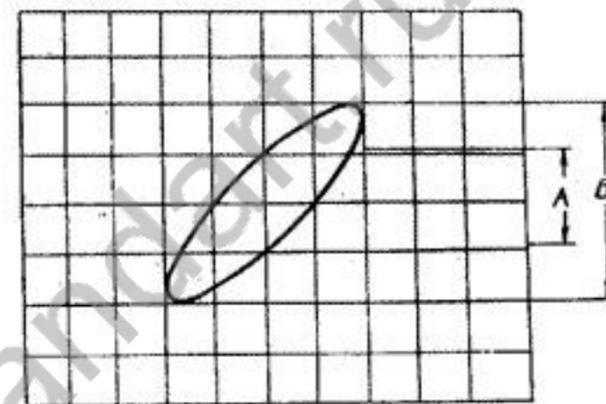

Рис. 9. Измерение разности фаз (X—Y)
- е) измерьте расстояния А и Б, как показано на рис. 9. Расстояние Б — максимальное отклонение по вертикали;